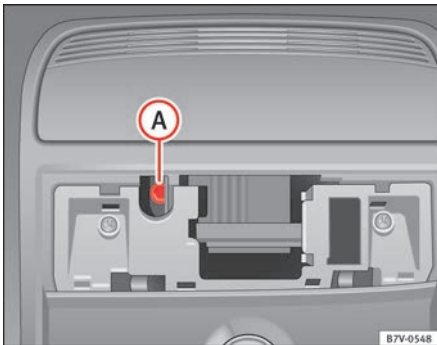

Abb. 194 Innensechskantschraube zum Schließen des Panorama-Schiebedachs.
- Stecken Sie einen handelsüblichen Innensechskantschlüssel¹⁾ mit SW 4 mm in die Innensechskantschraube ⇒ Abb. 194 (A).